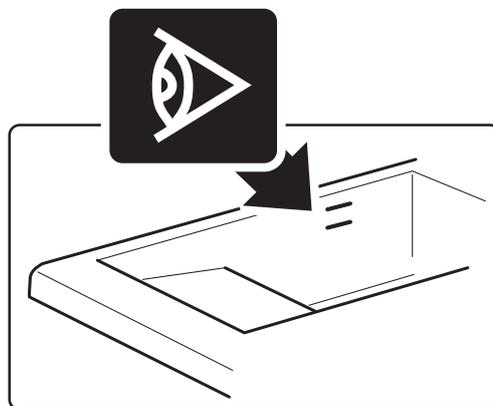

Abb. 5 Höchst- / Mindestfüllstand im Becken
- Stets kontrollieren, dass sich der Ölstand zwischen dem von den Reliefmarkierungen im Innenbereich der Wanne angegebenen **Mindest-** und dem **Maximalfüllstand** hält, siehe *Abb. 5 Höchst- / Mindestfüllstand im Becken*).
Es ist strikt verboten das Gerät im Fall eines Ölmangels in der Frittierwanne einzuschalten. Stets kontrollieren, dass sich der Ölstand zwischen dem von den Reliefmarkierungen im Innenbereich der Wanne angegebenen Mindest -und dem Maximalfüllstand hält (Siehe Abb. 5 Höchst- / Mindestfüllstand im Becken).